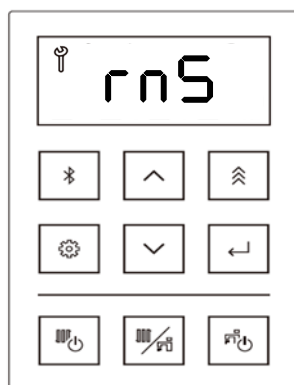

Figure 136
10. Après 60 minutes de rinçage, l'écran affiche « rnS » (rinçage) (figure 136) et un signal sonore retentit.